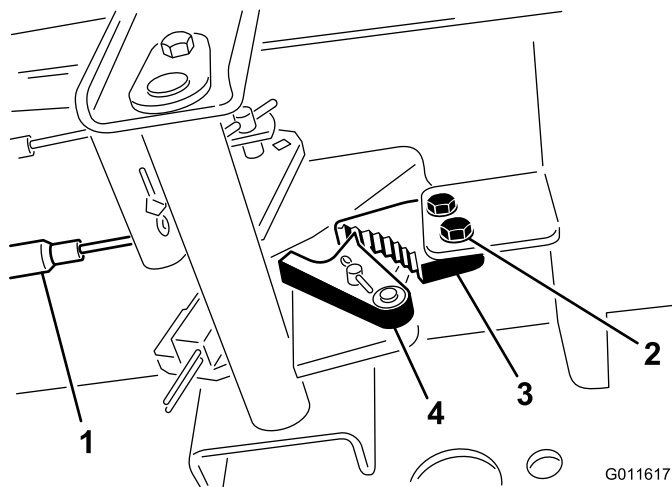

Figura 65
1. Solte os 2 parafusos que prendem a lingueta do travão de estacionamento à estrutura (Figura 65).
2. Carregue no pedal do travão para a frente até o detentor do estacionamento engatar completamente na lingueta do travão (Figura 65).